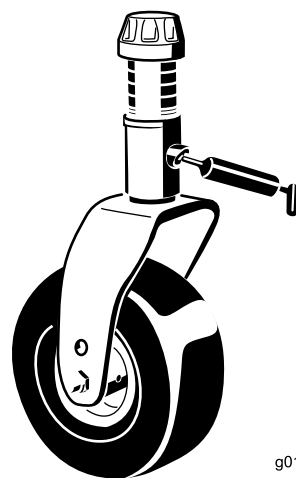

Figura 38
- Casquillos (2) del eje de la horquilla de las ruedas giratorias (Figura 38)